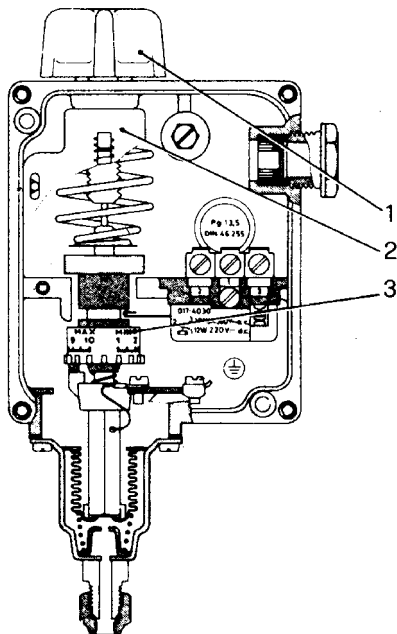

Рис. 4
2.1.2 Рабочее реле давления (Рис. 4)
Калибровка реле давления (Рис. 4):
Для этих генераторов используется модель DANFOSS RT 200, шкала калибровки 0,2-6 бар (см. Рис. 4).